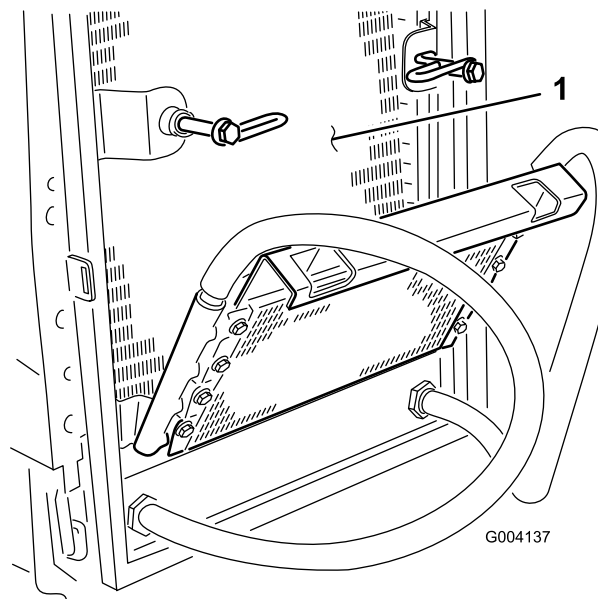

Figure 52
6. Nettoyez soigneusement les deux côtés du refroidisseur d'huile et du radiateur (Figure 52) à l'air comprimé.